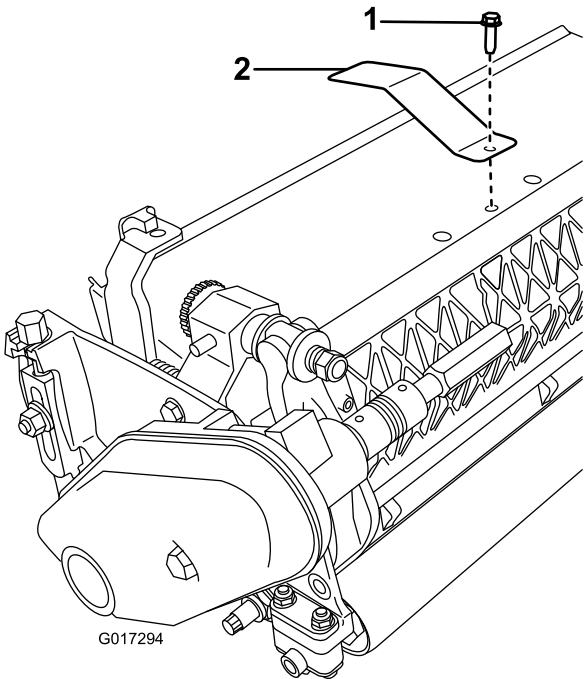

Figura 3
2. Retire el perno central del deflector de hierba (Figura 3).
3. Instale la placa objetivo en la parte superior de la unidad de corte usando el perno que retiró anteriormente (Figura 3).